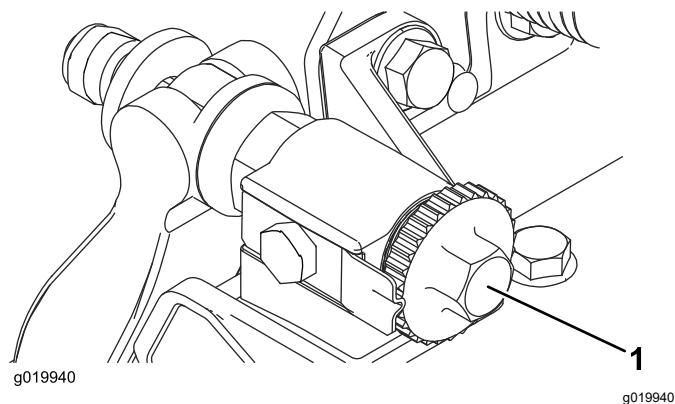

Рисунок 10
2. Поверните регулировочные винты неподвижного ножа против часовой стрелки, чтобы неподвижный нож не касался барабана (Рисунок 10).